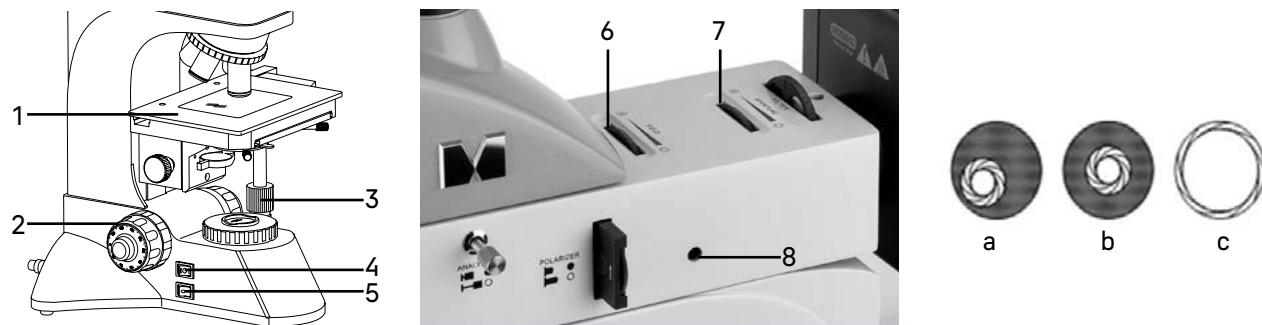

Рис. 16. Центрировка полевой диафрагмы
- Убедитесь, что питание и осветитель включены – кнопка 5 (рис. 16) приведена в положение «–», переключатель 4 (рис. 16) в положение «II», а рукоятка 4 (рис. 2) установлена в положении режима отраженного света.
- Поместите в оптическую ось объектив с увеличением 10x, разместите объект на предметном столике 1 (рис. 16), сфокусируйтесь, настройте визуальную насадку.
- Наблюдая в окуляры, прикройте полевую диафрагму 6 (рис. 16) и апертурную диафрагму 7 (рис. 16) так, чтобы была освещена только центральная часть поля зрения.
- Проверьте центрировку изображения полевой диафрагмы. При необходимости отцентрируйте изображение двумя центрировочными ключами, установив их в гнезда 8 (рис. 16), расположенные с обеих сторон насадки.
- Раскройте полевую диафрагму 6 (рис. 16) немного больше, чем поле зрения. Закройте апертурную диафрагму 7 (рис. 16) в соответствии с требуемой контрастностью, чтобы вернуть освещение на оптимальный уровень.
- При смене объектива регулируйте раскрытие полевой диафрагмы 6 (рис. 16). Оно всегда должно быть немного больше, чем поле зрения.
- При смене объектива регулируйте раскрытие апертурной диафрагмы 7 (рис. 16). При использовании объектива с малым увеличением прикройте апертурную диафрагму, при использовании объектива с большим увеличением раскройте апертурную диафрагму. Убедитесь, что изображение четкое и контрастное.